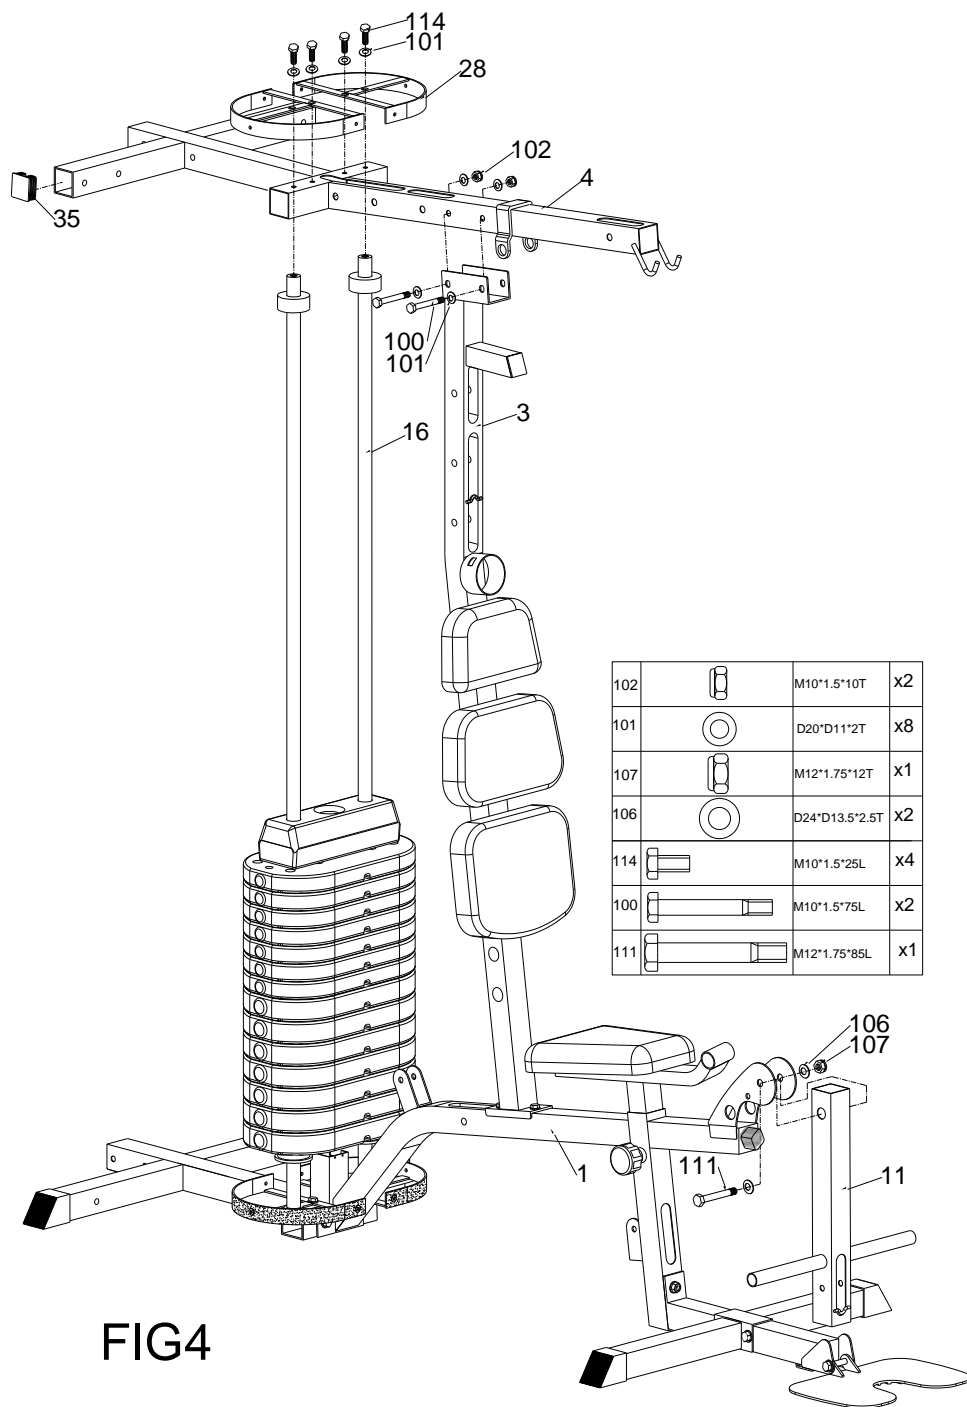

FIG4
- 4) Připevněte vysokou kladku (56) do jednoduché kladkové podpěry (20) pomocí kladkové směrnice (41), plastového kroužku kladky (42), ploché podložky (101) a nylonové matice (102) podle obrázku FIG4.
- 5) Připevněte kabel (III) (50) jak ukazují šipky. Připevněte konec se smyčkou kabelu (III) (50) do jednoduché kladkové podpěry (20) pomocí ploché podložky (101), nylonové matice (102) a šroubu (114).
- 6) Připojte horní tahací páku (12) do nejvyššího rámu (4) pomocí háku (25).
- 4) Připevněte kabel (II) (52) jak ukazují šipky. Spojte kabel (52) s kabelem (51) pomocí háku (25) a řetězu (26).
- 5) Připevněte plochou kladku (57) do nožní prodlužovací trubky (11) pomocí pouzdra (60), šroubu (103) a nylonové matice (102) podle obrázku FIG4.
- 5) Spojte horní kabelový počítač (67) se spodním kabelovým počítačem (69) podle obrázku FIG4.